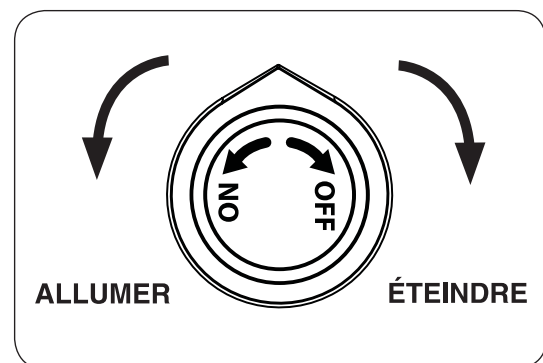

Fig. 30-2
- 4. **Une fois que le match est en feu et en position**, appuyer sur le bouton de contrôle du gaz et tournez dans le sens antihoraire à la position de **ON (allumer)** (voir Fig. 30-2). Votre brûleur devrait s'allumer.
Pour éteindre le brûleur à gaz, appuyer sur le bouton de contrôle du gaz et tournez dans le sens horaire à la position **OFF (éteindre)** (voir Fig. 30-2). Assurez-vous que le bouton de commande est tourné complètement hors tension pour éviter toute fuite de gaz.